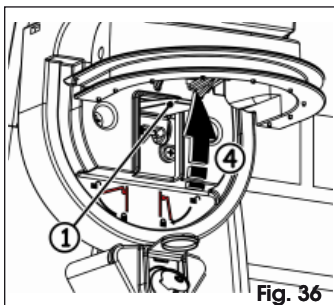

Fig. 36
3. Tirer le levier de déverrouillage jusqu'à son arrêt, Fig. 36 réf. ①.